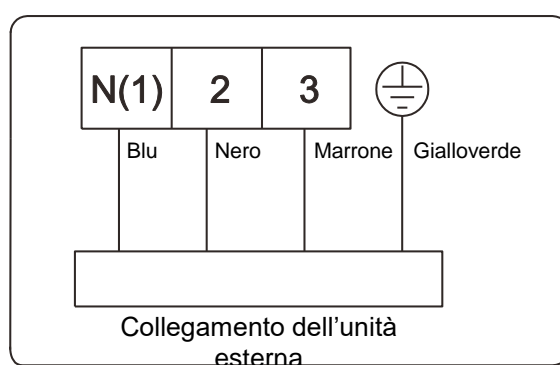

Fig. 29
- Collegare correttamente il cavo di collegamento dell'unità interna in base alle indicazioni riportate nella fig. 29.